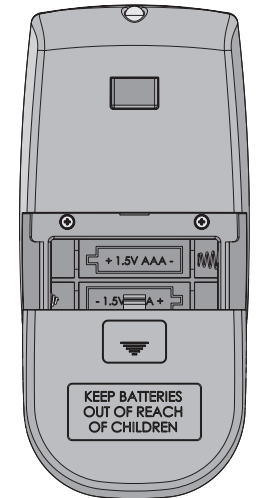

Figura 2
CONTROL REMOTO *Figura 2*
1. Instale la batería mostrado en la Figura 2.